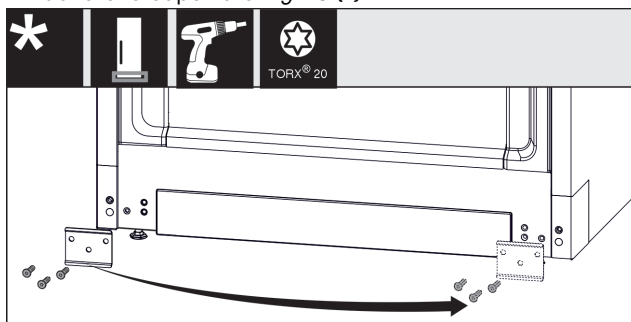

Fig. 19
- Svitare la lamiera Fig. 19 (1), girarla sull'alto lato e riavvitare.